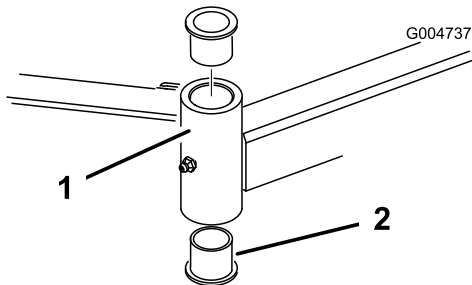

Figura 124
4. Introduza um punção para cavilhas na zona superior ou inferior do tubo de montagem e retire o casquilho para fora do tubo (Figura 124).